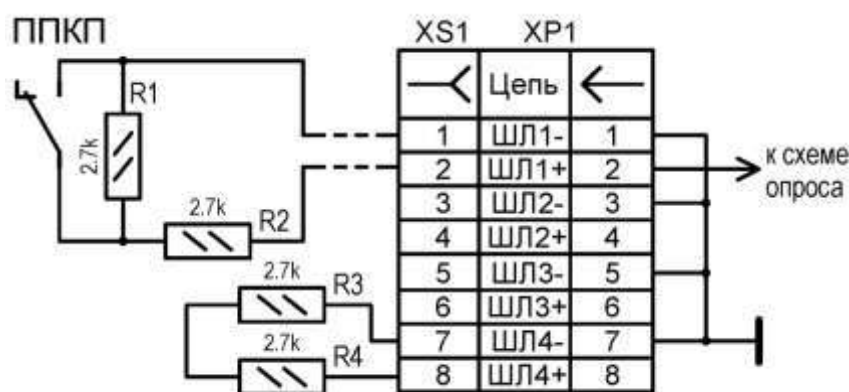

Рис. 1.6. Подключение шлейфа тревоги к входу (ШЛ1) и заглушение неиспользуемого входа (ШЛ4).
- при наличии гальванической развязки выхода ППКП ("сухой" контакт, см. Рис. 1.6) **не следует** заземлять линию "ШЛ1-" со стороны ППКП, так как это приведет к протеканию выравнивающих потенциалы токов, которые, в свою очередь, будут формировать напряжение помехи на входе *устройства*;
В исполнении шлейфов для всех входов, в том числе и для неиспользуемых¹, должны быть предусмотрены резисторы номиналом 2,7 кОм как это показано на Рис. 1.6. Резисторы в шлейфе, подключенном на рисунке к входу ШЛ1, устанавливаются в непосредственной близости от прибора-источника сигнала тревоги